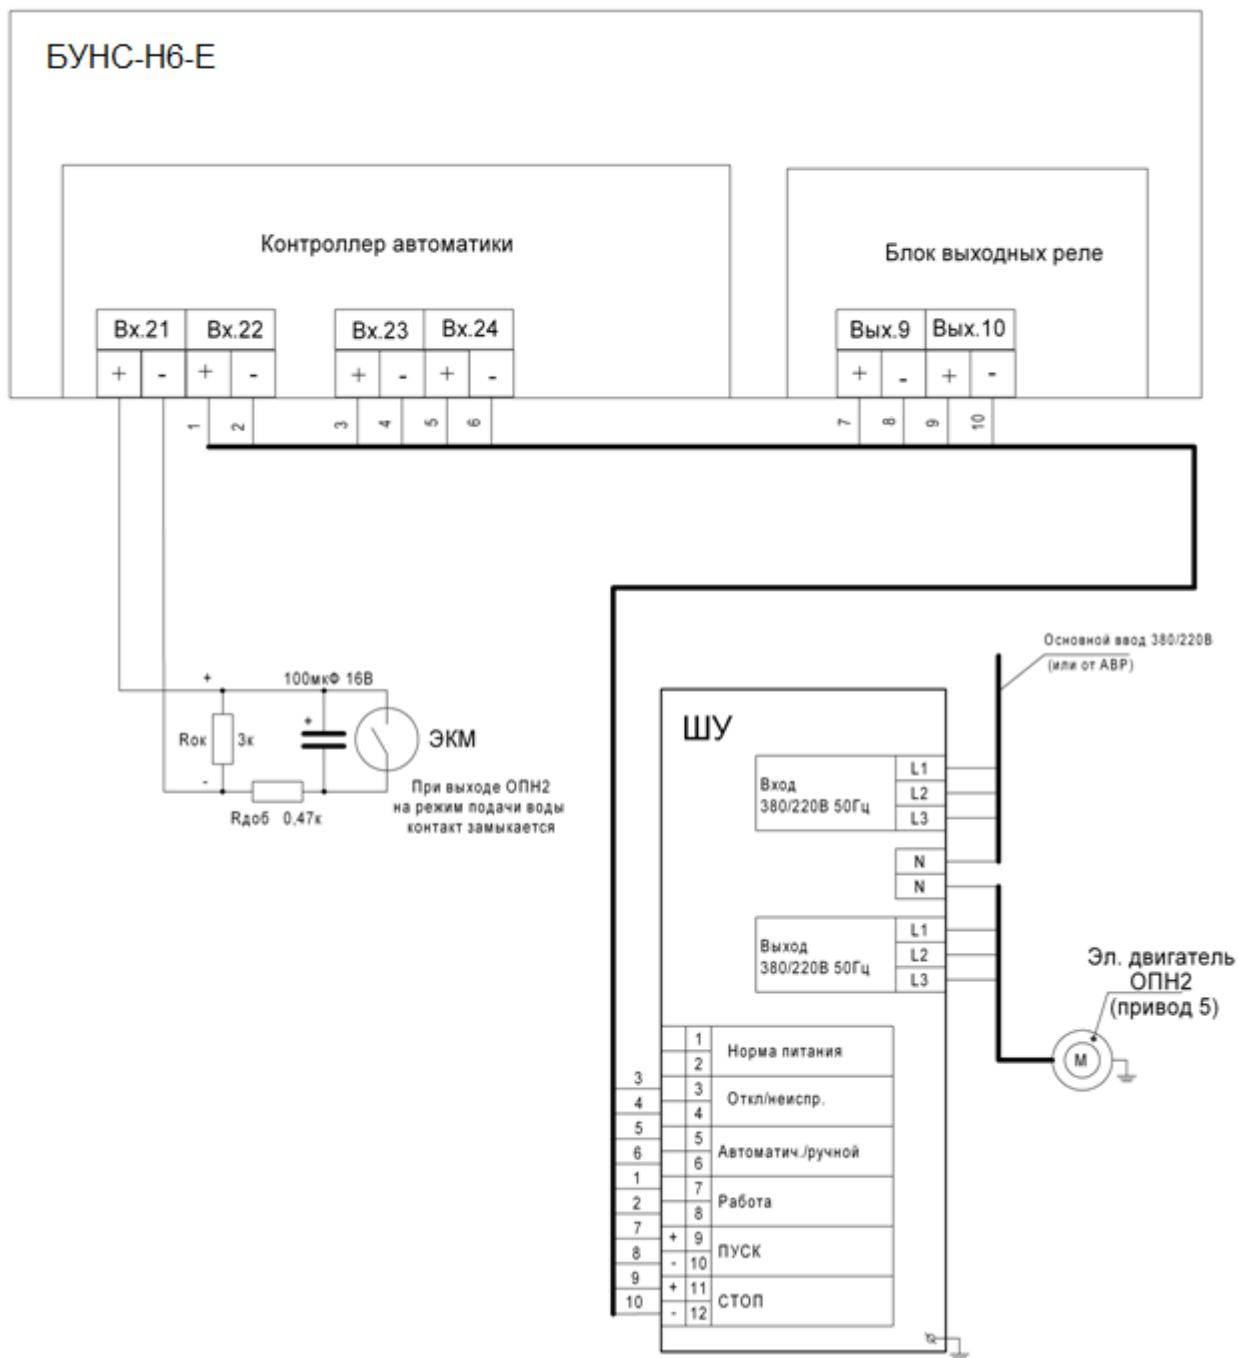

Рисунок 5.4
- рисунок 5.4 – основного пожарного насоса №2 (ОПН2) – привод 5;